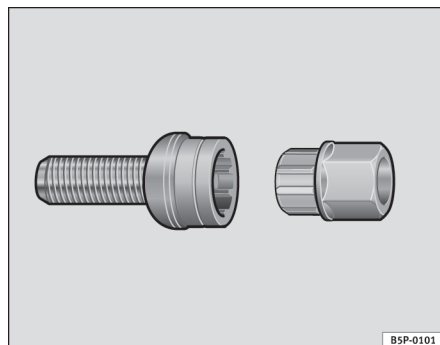

Fig. 173 Tornillo antirrobo de la rueda
- Coloque el adaptador hasta el tope en el tornillo antirrobo de la rueda ⇒ **fig. 173**.